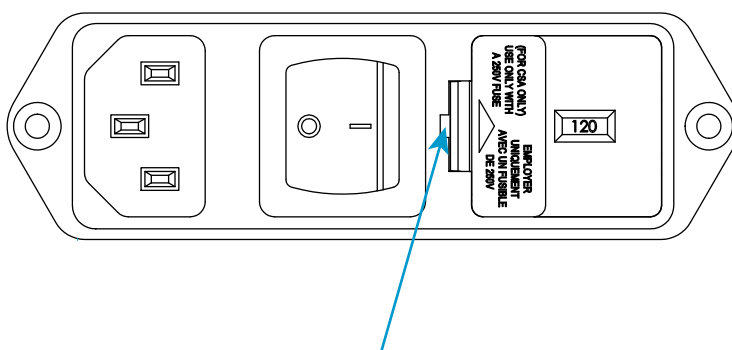

Figure 5. Déboîtement du porte-fusible
1. Vérifiez que l'interrupteur général est sur arrêt (0) et débranchez le câble d'alimentation du secteur. Vérifiez qu'aucune LED n'est allumée sur le panneau de commande du bâti.
2. Insérez un petit tournevis plat dans la fente indiquée par Figure 5 à la page 42 et faites levier sur le porte-fusible.